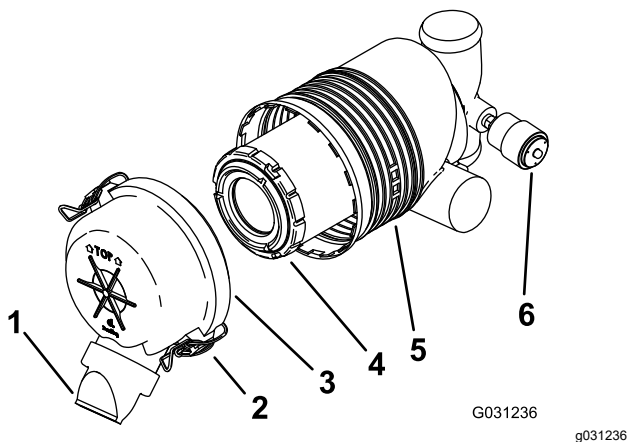

Figura 37
Importante: Cambie el filtro del limpiador de aire únicamente cuando el indicador de mantenimiento se ve rojo (Figura 37). El cambiar el filtro antes de que sea necesario sólo aumenta la posibilidad de que entre suciedad en el motor al retirar el filtro.
5. Abra los cierres del limpiador de aire y tire de la tapa del limpiador de aire para separarla de la carcasa del limpiador de aire (Figura 37).
- Si el indicador de mantenimiento se ve transparente, instale la tapa del limpiador de aire con el tapón antipolvo orientado hacia abajo, y cierre los enganches (Figura 37).
- Extraiga con cuidado el filtro de la carcasa del limpiador de aire (Figura 37).
- Instale con cuidado el filtro (Figura 37).
- Instale la tapa del limpiador de aire con el tapón antipolvo orientado hacia abajo, y cierre los enganches (Figura 37).